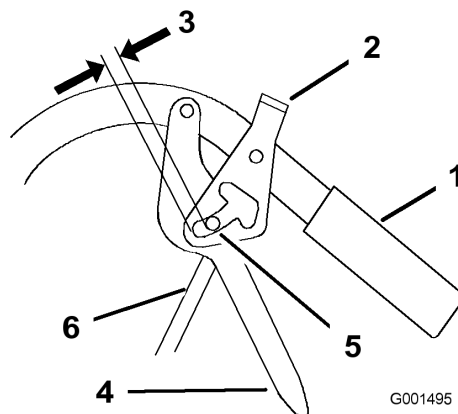

Figura 36
2. Ajuste la longitud de la varilla de control enroscando la varilla en el acoplamiento o desenroscándola, hasta que quede una holgura de 5 a 6 mm (3/16 a 1/4 pulg.) entre la varilla de control y la parte inferior del mecanismo de bloqueo de punto muerto/freno de estacionamiento (Figura 36).
3. Instale la varilla de control en la palanca de avance y el mecanismo de bloqueo de punto muerto/freno de estacionamiento. Sujete la varilla de control con un pasador de horquilla y un pasador de seguridad (Figura 36).